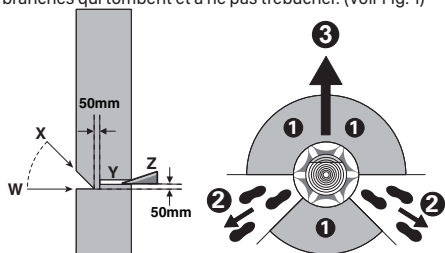

Figure 1
Prévoir et dégager un chemin d'évacuation autant que nécessaire avant de commencer les coupes. Le chemin d'évacuation doit s'étendre à l'arrière et diagonalement derrière la ligne de chute prévue comme illustré à la Figure 1. Avant de commencer l'abattage, prendre en considération l'inclinaison naturelle de l'arbre, la position des plus grandes branches et le sens du vent pour évaluer la façon dont l'arbre tombera.
Pratiquer une entaille égale à 1/3 du diamètre de l'arbre, perpendiculaire à la direction de chute comme illustré à la Figure 1. D'abord effectuer l'entaille inférieure horizontale (W). Cela évite que la chaîne ou la barre de guidage ne se coince pendant l'exécution de la deuxième entaille (X).
Pratiquer une coupe d'abattage (Y) d'au moins 50 mm plus grande que l'entaille horizontale comme illustré à la Figure 1. Effectuer la coupe parallèlement à l'entaille horizontale. Scier de façon qu'il reste un dos (latte de coupe) qui sert de charnière. Cette charnière évite que l'arbre ne tourne et tombe dans la mauvaise direction. Ne pas scier complètement le dos.
Lorsque l'arbre commence à tomber, sortir la tronçonneuse de la coupe, l'arrêter, la poser par terre et quitter la zone de danger par la voie d'issue prévue (2). Faire attention aux branches qui tombent et à ne pas trébucher. (Voir Fig. 1)